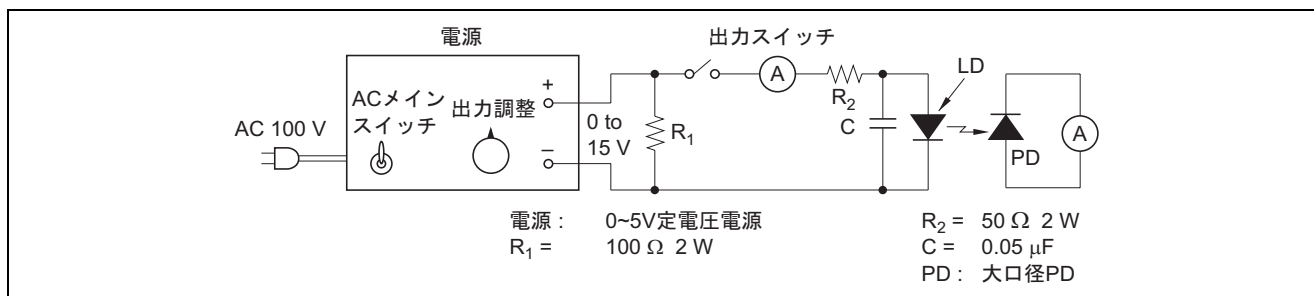

図 2 LD 駆動回路 (例)
- LD を図 2 のような電源と接続させる場合は、電源 ON 状態で、ボリュームを最小にしぼってから接続してください。取りはずす場合は、ボリュームを最小にしぼった状態で取りはずし、その後に電源スイッチを切ってください。